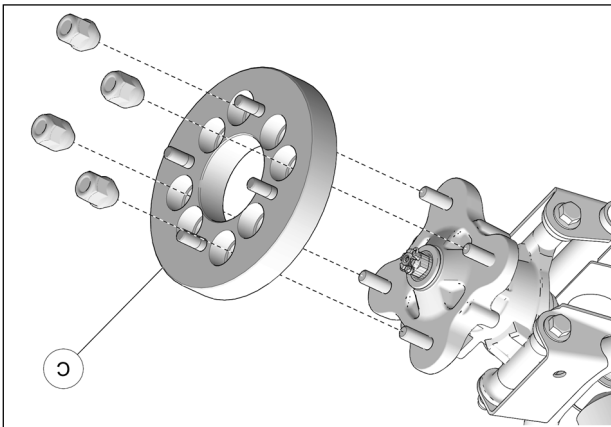
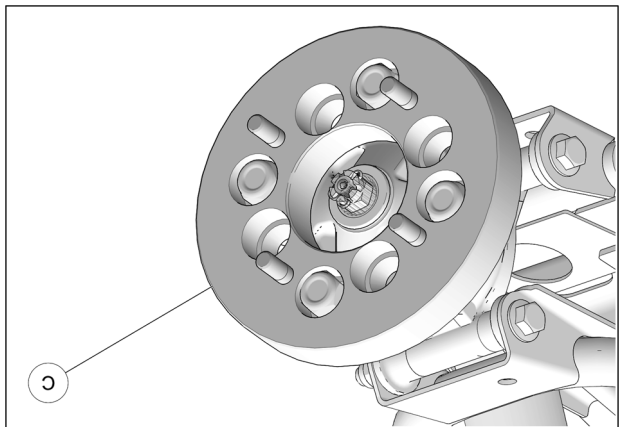

Fig. 7
Fig. 8
8. Installer l'espacer (C) de 1 po. (25mm) sur le moyeu arrière. Utiliser les écrous d'origine du véhicule. Voir la Fig. 7 et la Fig. 8